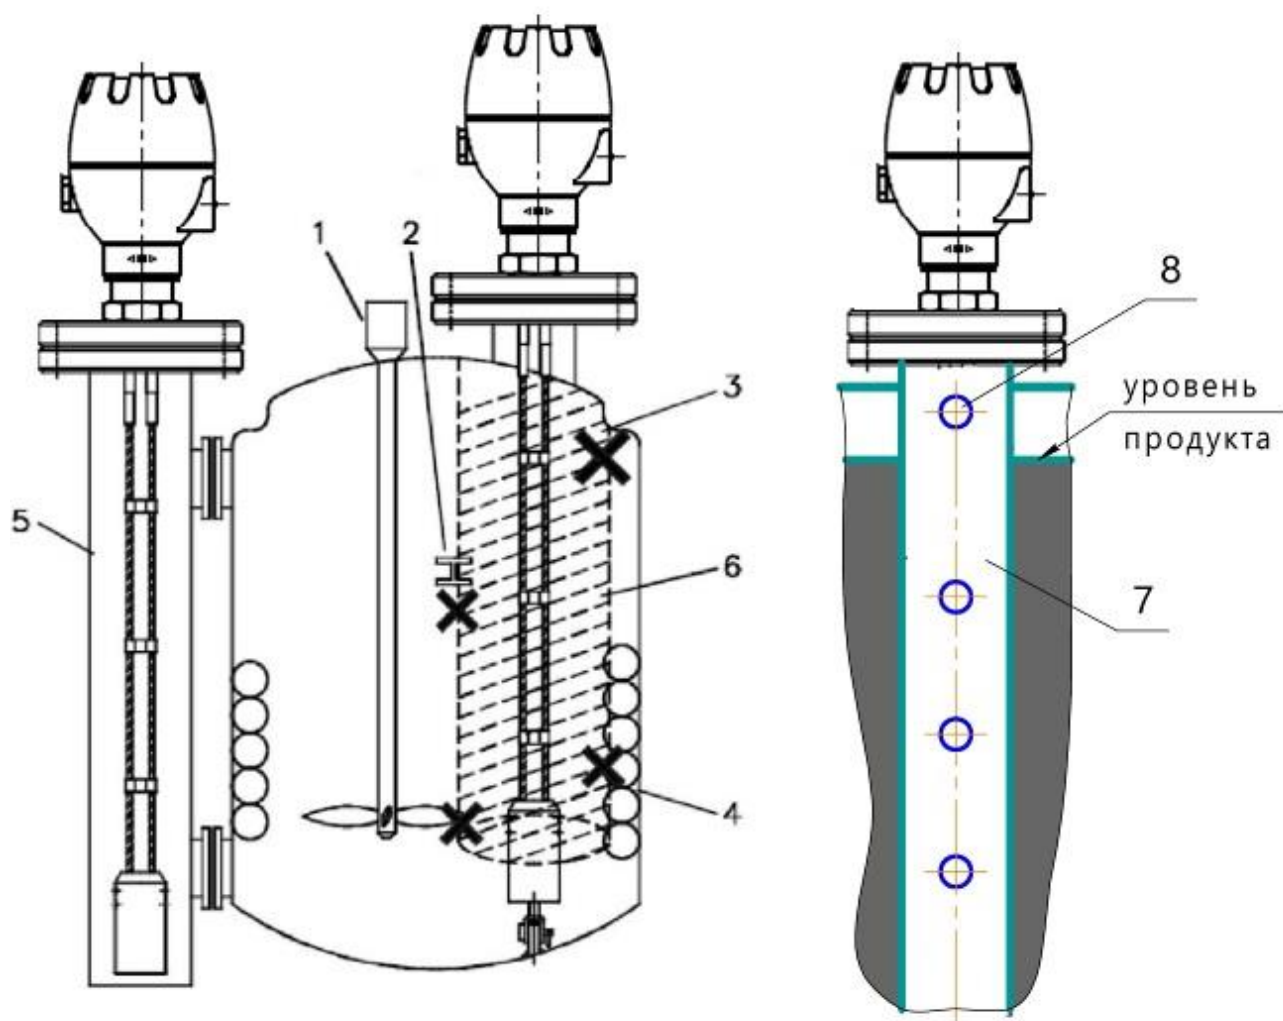

Рисунок 22 – Правила установки в выносных колонках и успокоительных трубах.
2.3.10 Вокруг чувствительного элемента создается электромагнитное поле, никакие посторонние предметы не должны попадать в зону излучения (см. рисунок 22). Иначе уровнемер будет воспринимать отраженные от них сигналы как сигналы, отраженные от продукта. Минимальные расстояния от зонда до объектов в резервуаре и картина силовых линий электрического поля зонда для каждого исполнения приведены в таблице 22 и рисунке 23. Если в ёмкости находится много различных объектов, устанавливайте прибор на выносную колонку или в успокоительную трубу (см. рисунок 26).